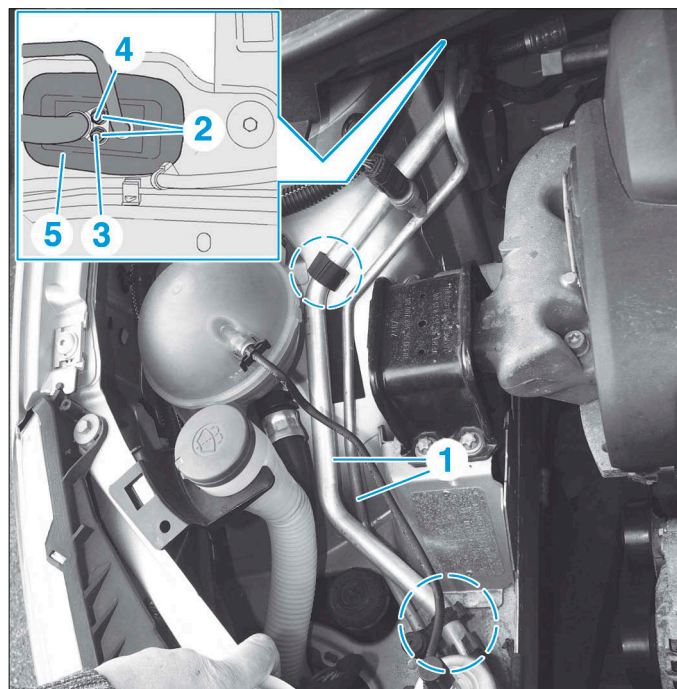
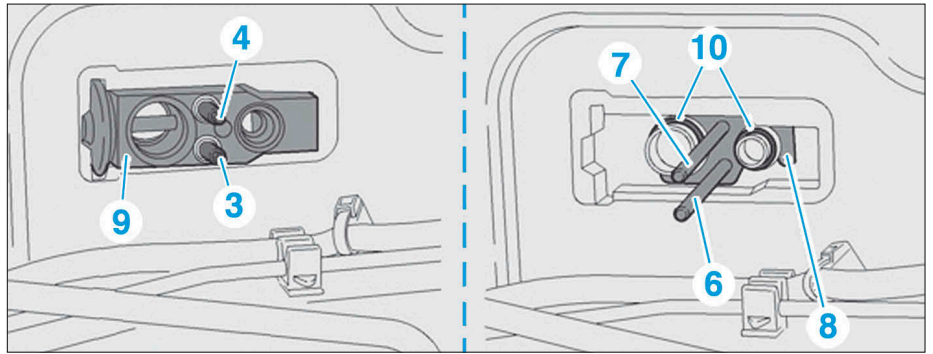

FIG. 11
FIG. 12
- Dégraffer les canalisations (1) (Fig.11).
- Déposer les écrous (2), à l'aide d'une clé plate de 10 mm tout en maintenant les vis colonnette (3) et (4) à l'aide d'une clé Torx.
- Déposer le joint (5).
- Déposer la vis colonnette (3) et la tige filetée (6) (Fig.12)
- Déposer la vis colonnette (4) et la tige filetée (7).